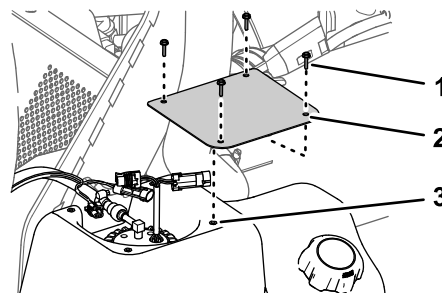

Figure 79
2. Sur le réservoir de carburant, retirez les 4 vis (n° 10 x 3/4 po) qui fixent le couvercle au sommet du réservoir et déposez le couvercle (Figure 79).